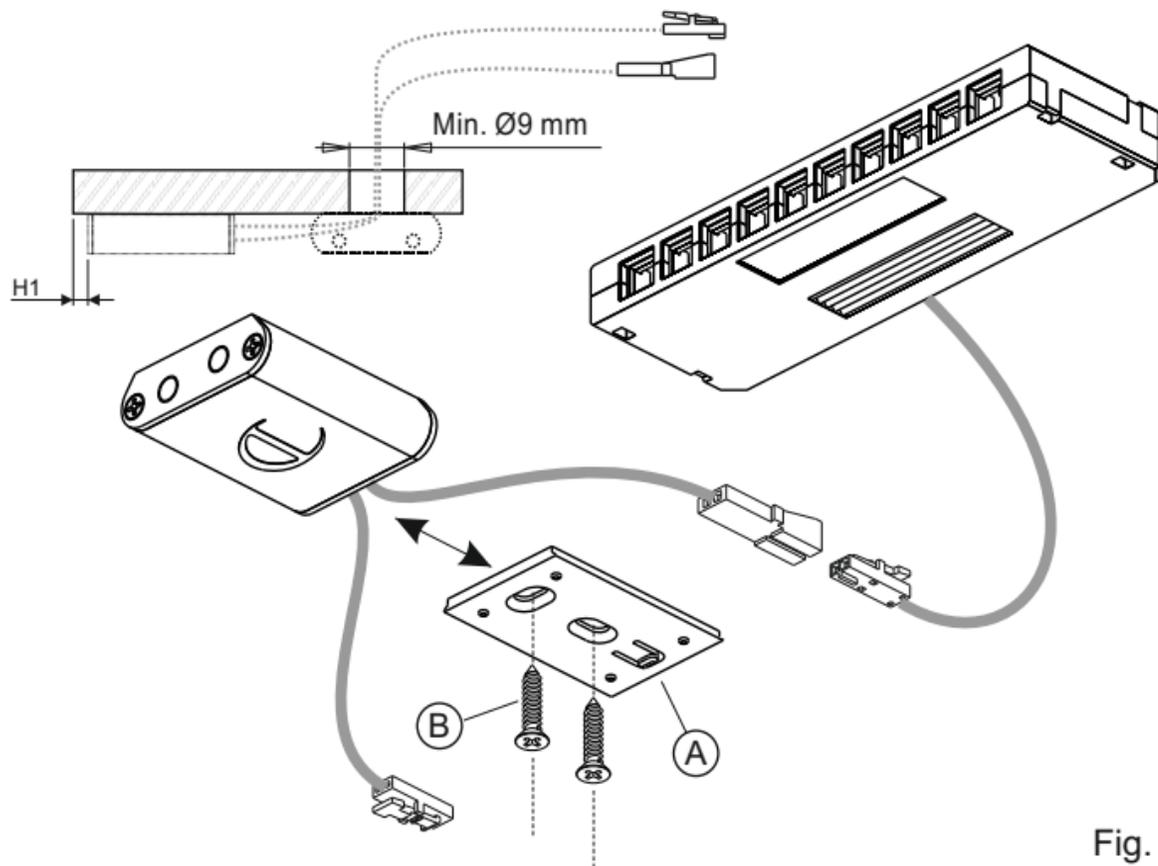
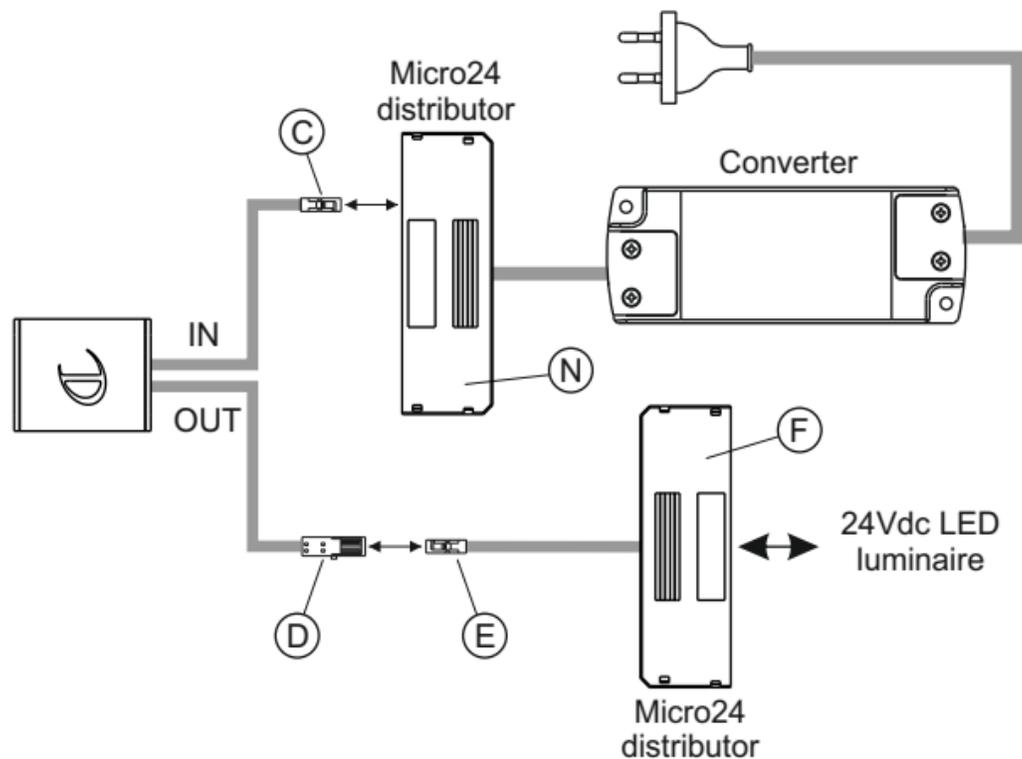

Fig. 1
Fig. 4
- **DOTTI IR** can be installed with the cables in an axial or radial position in relation to the mounting surface. For installations with the power cable in the axial position, drill a $\varnothing \geq 9\text{mm}$ hole in the mounting surface as shown in the example in figure 1. For special requirements, it is nonetheless possible to drill the power cable outlet hole in other positions as long as they do not interfere with the integrity of the cable and/or connector installed on it.
- Fix the bracket (A) in the required position using the screws supplied (B).
- For connection to a 24Vdc power supply (figure 4) insert connector (C) on the **DOTTI IR** input cable (IN) to one of the free slots on the distributor (N) on the Converter secondary cable; then connect connector (D) on the **DOTTI IR** output cable (OUT) to connector (E) on the Micro-24 distributor cable (F).
- **DOTTI IR** kann so installiert werden, dass sich die Kabel in axialer oder radialer Position zur Montagefläche befinden. Für Installationen, bei denen das Netzkabel axial verläuft, wird ein Loch mit einem Durchmesser von $\varnothing \geq 9\text{mm}$ in die Montagefläche gebohrt, wie in Abbildung 1 dargestellt. Für spezifische Anforderungen kann das Loch für den Ausgang des Anschlusskabel auch an anderer Stelle gebohrt werden, sofern die Unversehrtheit des Kabels und/oder des daran installierten Steckverbinders nicht beeinträchtigt wird.
- Den Bügel (A) mit den in der Packung mitgelieferten Schrauben (B) in der gewünschten Position befestigen.
- Für den Anschluss an ein 24 Vdc Netzteil (Abbildung 4) wird der Verbinder (C) des Eingangskabels (IN) von **DOTTI IR** in einen der freien Schlitze des Verteilers (N) gesteckt, welcher sich auf der Sekundärleitung des Konverters befindet. Anschließend wird der Verbinder (D) des Ausgangskabels (OUT) von **DOTTI IR** an den Verbinder (E) des Verteilerkabels Micro-24 (F) angeschlossen.
- **DOTTI IR** peut être installé avec les câbles en position axiale ou radiale par rapport au plan de montage. En cas d'installation avec câble d'alimentation en position axiale, percer un trou sur le plan de montage d'un diamètre ≥ 9 mm comme illustré dans l'exemple de la figure 1. Il est toutefois possible, pour des exigences spécifiques, de percer le trou de sortie du câble d'alimentation dans d'autres positions à condition que ces dernières n'endommagent pas le câble et/ou le connecteur y étant monté.
- Fixer l'étrier (A) dans la position souhaitée à l'aide des vis fournies dans l'emballage (B).
- Pour la connexion à une alimentation de 24 Vcc (figure 4), introduire le connecteur (C) du câble d'entrée (IN) de **DOTTI IR** dans l'une des encoches libres du distributeur (N) prévue sur le câble du secondaire du convertisseur ; connecter ensuite le connecteur (D) du câble de sortie (OUT) de **DOTTI IR** au connecteur (E) du câble du distributeur Micro-24 (F).